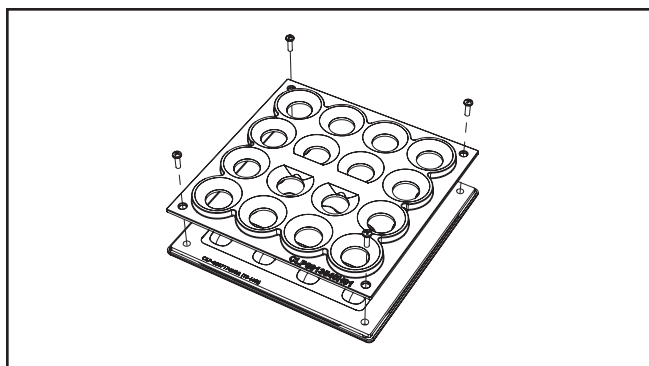

Figure 1.
8. Retire el anillo de ajuste y coloque el escudo sobre el cuadrado de luz según se muestra. (Fig. 1).